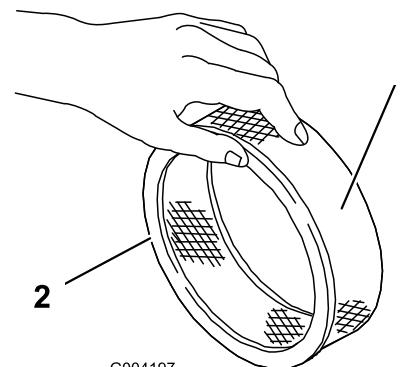

Figura 45
| 5. Inspeccione el elemento de papel por si estuviera roto, tuviera una película aceitosa o la junta de goma estuviera dañada (Figura 45). |           |
1. Deslice cuidadosamente el prefiltrado de gomaespuma sobre el elemento de papel (Figura 45).